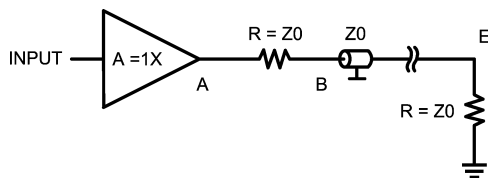
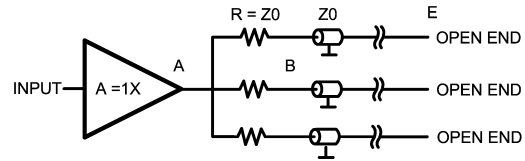
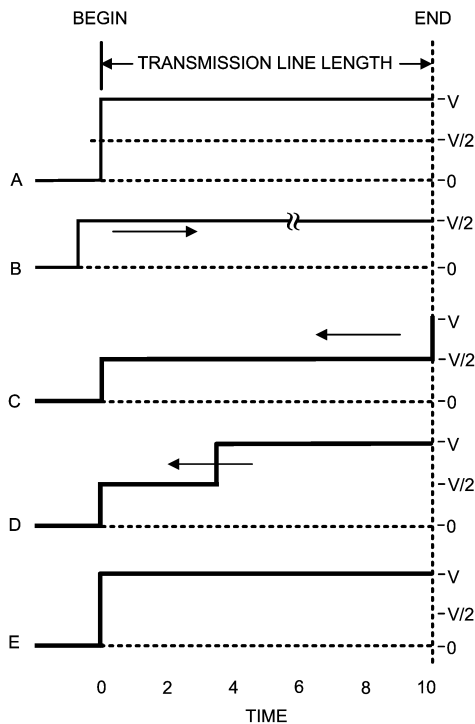

FIGURE 1.
FIGURE 3.
FIGURE 6.
- 1 つのバッファで 1 本の伝送線路を駆動する (Figure 1 参照)
- 1 つのバッファでそれぞれ異なるレシーバが接続された複数の伝送線路を駆動する (Figure 3 参照)
信号の伝搬に伝送線路を考慮する必要がないほどドライバまたはバッファを負荷の近くに配置できれば理想的ですが、多くのアプリケーションでは現実的には考えられません。動作周波数にもよりますが、ドライバから負荷までの PCB トレース長が動作に影響を与える場合があります。状況によっては、アナライザを DUT (被試験デバイス) に直接接続して測定を行うことを検討してください。DUT からアナライザまでの距離が短かくても、周波数が高いほど長い線路として考えなければなりません。このような場合は伝送線路を使用します。次に、負荷を伝送線路に接続したときの動作を観測します。負荷を駆動する場合は線路インピーダンスと負荷インピーダンスとの整合が重要で、不整合が存在すると反射が発生し信号に歪みを与えます。T = 0 (Figure 6, 波形 A) で遷移が印加された場合、合成波形は伝送線路の開始点でも観測されます。伝送線路の開始点の電圧は (V) まで上昇し、波面は伝送線路を伝搬し、T = 10 で負荷に到達します。線路の任意の位置で $I = V/Z_0$ が成立し、ここで Z_0 は伝送線路のインピーダンスです。 $Z_0 = 50$ の線路に 2V の遷移を印加すると、バッファ出力段から流れる電流は 40mA になります。なお、多くの古典的なオペアンプは、出力電流はおおよそ 20mA かさらに低い値に制限されているため、このレベルの電流を供給できません (注: 文中の "2V" は電圧値 (2 ボルト) を表わしますが、Figure 6 の "V"、"V/2" は記号を表わし電圧値ではないので混同しないように注意してください)。T = 10 で波面は負荷に到達します。負荷と伝送線路とは完全に整合しているため、線路を伝搬したすべての電流は吸収され、反射は起こりません。この場合、ソース電圧と負荷電圧は完全に等しくなります。負荷インピーダンスと伝送線路インピーダンスが等しくなければ動作は異なったものになります。ここで、エネルギー保存の法則という基本的な原理を思い出してください。伝送線路の電力は $P = V^2/R$ です。この例の合計電力は $2^2/50 = 80mW$ です。負荷を 50 ではなく 75 と仮定します。75 負荷に 80mW の電力が到達すると、電力を維持するために適度な振幅の電圧が生成されます。
ビデオのようなアプリケーションの多くは、ドライバと伝送線路の間に直列終端を挿入しています (Figure 1 参照)。この場合、伝送線路は特性インピーダンスによって線路の両端で終端されることとなります。Figure 6 の波形 B を参照してください。 Z_0 と直列終端の組み合わせが 2 対 1 の分割電圧を構成しているため、伝送線路を進む電圧はバッファ出力に現れる電圧の半分になります。すなわち 6dB の損失に相当します。ビデオ・アプリケーションで総ゲイン 1 を保つには、アンプゲインを 2 に設定します。多くのオペアンプはゲインを 2 に設定したほうが、ユニティ・ゲインより相対的にフラットな周波数応答が得られます。波形 B で電圧が伝送線路の遠端に到達しても、インピーダンスが完全に整合しているため、反射は生じていないことがわかります。すなわち遠端の電圧は、オペアンプまたはバッファの出力電圧の半分にとどまります。
伝送線路を介して複数のポイントに信号を分配するもう 1 つの方法として、単一バッファ出力に複数の線路を接続する構成が考えられます (Figure 3 参照)。この構成は、すべての伝送線路の駆動に必要なだけの電流をバッファが供給できなければ実現できません。図からわかるとおり、伝送線路の開始点には直列終端を使用していますが、線路の遠端には終端を設けていません。つまり、有効な信号は遠端のみに存在し、遠端以外のすべてのポイントの信号は反射によって歪んでいることを意味します。開始点と同じ波形の信号が観測されるポイントは遠端のみです。Figure 6 の波形 C にあるとおり、線路開始点の電圧は $T = 0$ で $V/2$ となり、伝送線路の遠端に向かって進行します。遠端に波面が到達すると終端がないため、100% の反射が発生します。 $T = 10$ で反射により電圧値 $2V$ (2 ボルトの意味、図中は記号 "V") まで上昇した遠端の電圧は、線路上をバッファに向かって逆方向に進みます (Figure 6 の波形 D を参照してください)。直列終端抵抗が Z_0 であれば、波面は直列終端抵抗に到達した時点で全部が吸収されます。以上の振る舞いは、バッファ/ドライバの出力インピーダンスが特性インピーダンス Z_0 に比べて低い場合に限ります。反射波がソースに戻った時点で、伝送線路全体の電圧値は公称 $2V$ となります (Figure 6 の波形 E を参照)。3 本の伝送線路の長さが異なる場合、直列終端抵抗点の電圧値が $2V$ に上昇する時刻はそれぞれ異なります。ただしこの遷移は、出力バッファのインピーダンスが低く、また終端抵抗とバッファの出力インピーダンスの組み合わせによって遷移は大幅に減衰するため、他の線路に伝搬することはありません。単純な計算によって要点を示します。出力インピーダンスを 5 と仮定します。対象の周波数で、減衰は $V_B/V_A = 55/5 = 11$ です。A と B は Figure 3 における位置です。